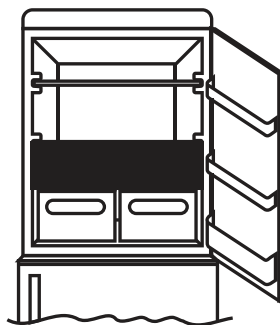

Fig.8
• Para conservar de la mejor manera el aroma, la sustancia y la frescura de los alimentos, se aconseja ponerlos en la parte frigorífica como se indica en la fig. 8 de abajo, con la precaución de envolverlos en hojas de papel de aluminio o plástico o bien en adecuados contenedores con tapa, para evitar la contaminación cruzada.